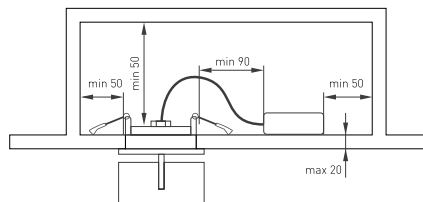

Рис. 3. Установка светильника в нишу (измерения приведены в мм)
- 3.5. Установите светильник в отверстие (см. рис. 3).